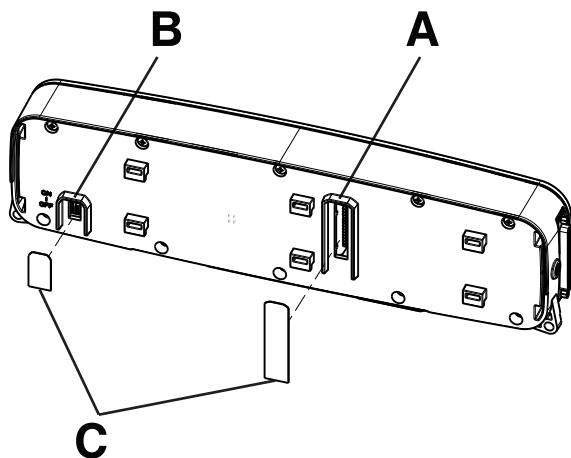

Figure 8 – Configuration des commutateurs
4. À l'aide d'un outil à pointe droit, retirer et jeter l'étiquette (521200380902) (C) qui recouvre le commutateur MARCHE/ARRÊT (B) (Figure 8).
5. Tourner le commutateur MARCHE/ARRÊT (B) en position ARRÊT (Figure 8).